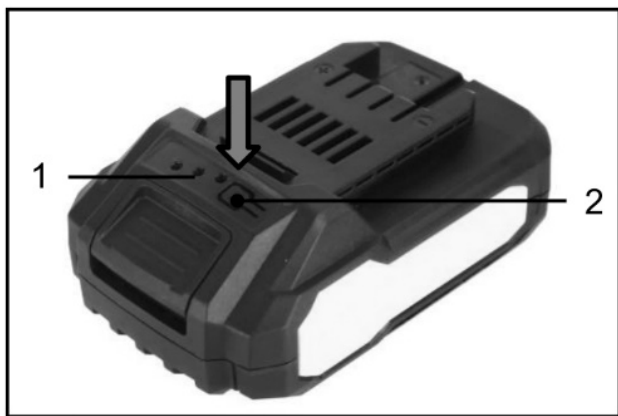

Рисунок 4. Схема перевірки рівня заряду акумуляторної батареї.
- натиснути та утримувати кнопку акумуляторної батареї (2, рис. 4), що розташовується на верхній панелі акумулятора;
- перевірити рівень зарядженості акумулятора: під час утримання кнопки залежно від стану заряду батареї почнуть світитися відповідні індикатори (1, рис. 4).
- контролювати ступінь зарядження акумулятора за станом індикаторів (1, рис. 4);